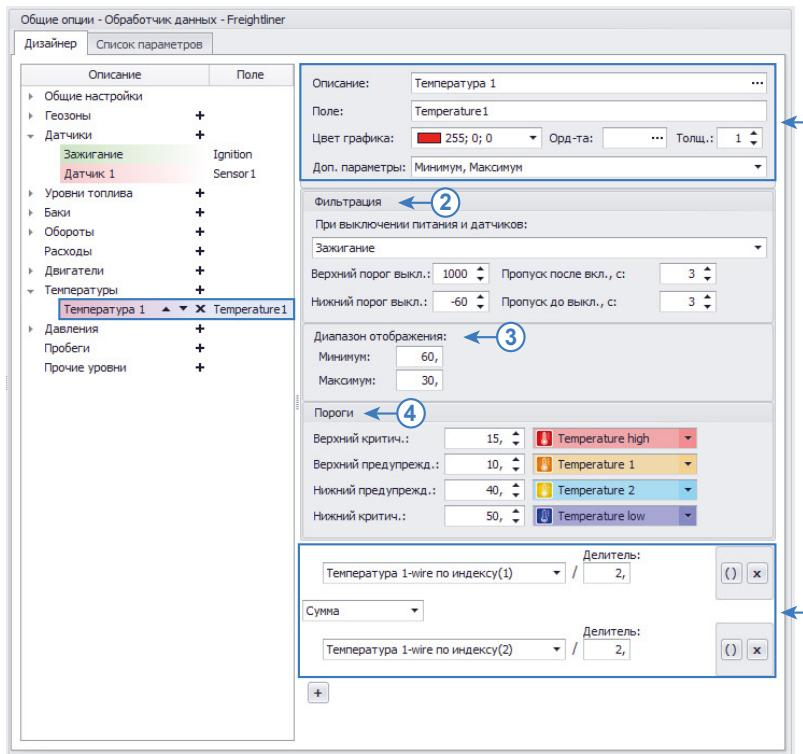

Рис.57. Создание параметра температуры.
**1. Общие настройки (Рис.57, п.1).** Общие настройки описаны в разделе «Общие настройки параметров», поэтому в данном разделе их настройка рассматриваться не будет.
## 2. Настройка первичной фильтрации показаний температуры (Рис.57, п.2)
Диапазон показаний может быть ограничен. В этом случае на графике параметра температуры будут отображаться только те значения, которые не выходят за пределы разрешенного диапазона. Для ограничения диапазона показаний необходимо перейти в группу настроек «Диапазон отображения» и настроить следующие поля (Рис.57, п.3):
Пороги настраиваются в блоке настроек «Пороги». Всего может быть настроено 4 порога (Рис.57, п.4): верхний критический, верхний предупреждения, нижний предупреждения и нижний критический. Для того чтобы порог обрабатывался, необходимо задать значение порога и присвоить иконку.
Для получения значения температуры нужного датчика из записей бортового контроллера «АвтоГРАФ» и отображения их в программе необходимо для настраиваемого виртуального датчика температуры задать выражение для расчета (Рис.57, п.5).
Для того чтобы задать выражение, необходимо в выпадающем списке выбрать исходный параметр и задать делитель (Рис.57, п.5). На Рис.57 показан пример расчета средней температуры по показаниям двух датчиков (1 и 2), подключенных к шине 1-Wire контроллера «АвтоГРАФ». Индексы датчиков определяются при настройке шины 1-Wire контроллера «АвтоГРАФ» в конфигурационной программе.